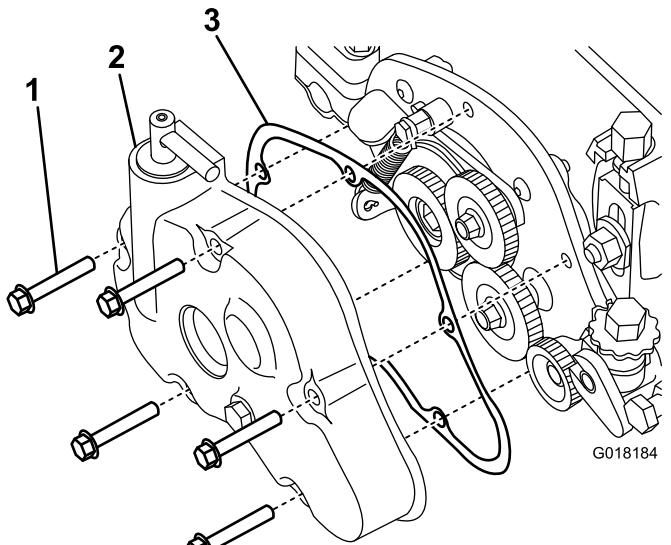

Figura 24
1. Rimuovete il coperchio della scatola ingranaggi dall'alloggiamento del groomer, assicurandovi che la frizione dell'ingranaggio del groomer sia innestata per eliminare la forza della molla sul coperchio (Figura 24).